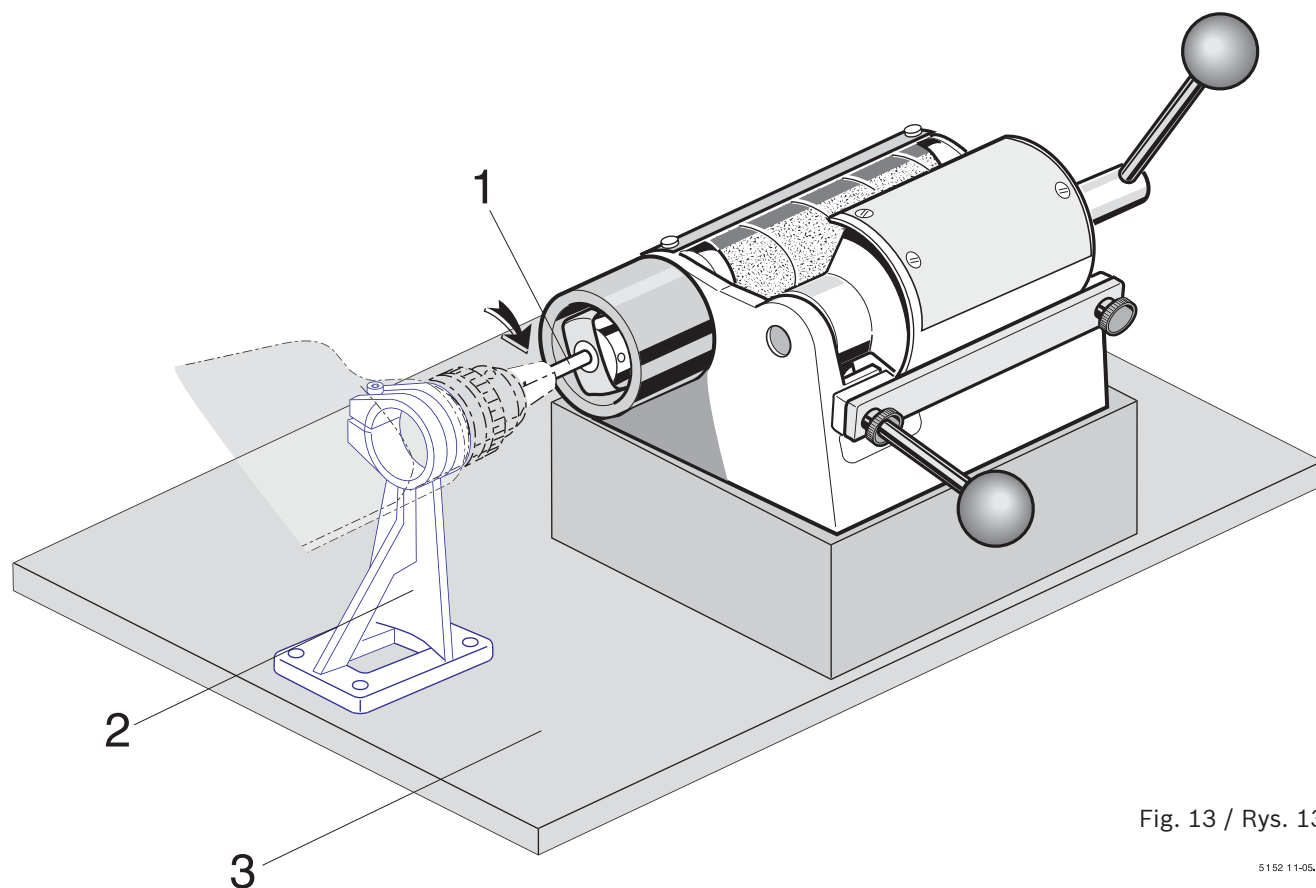

Fig. 13 / Rys. 13
■ **Antrieb (Fig. 13)**
■ **Napęd (rys. 13)**